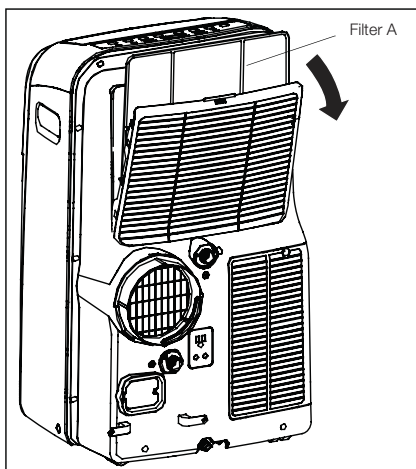
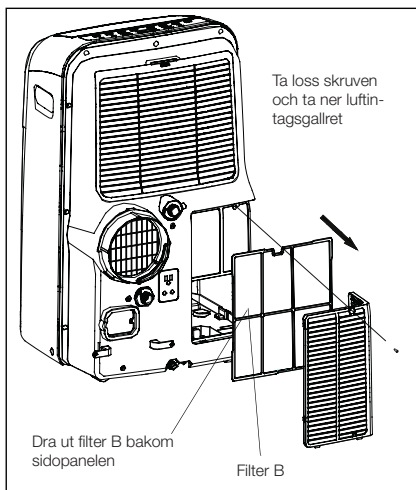

Fig. 27
Fig. 28
- Enheten har två filter, filter A och B. Ta tag i den övre panelfliken och ta av filter A som sitter bakom gallret på bakpanelen (Fig. 27). Ta loss nedre filter B genom att lossa på skruven. Ta ner luftinloppsgallret och ta sedan loss luftfiltret såsom visas i Fig.28.